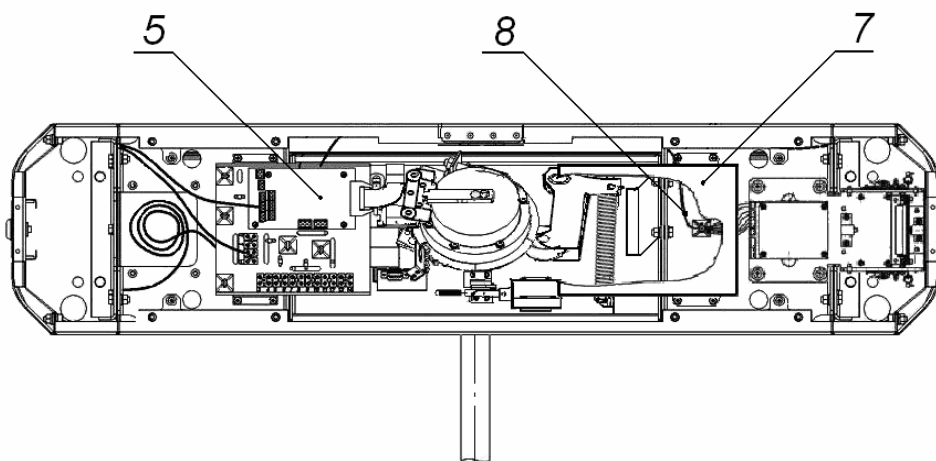
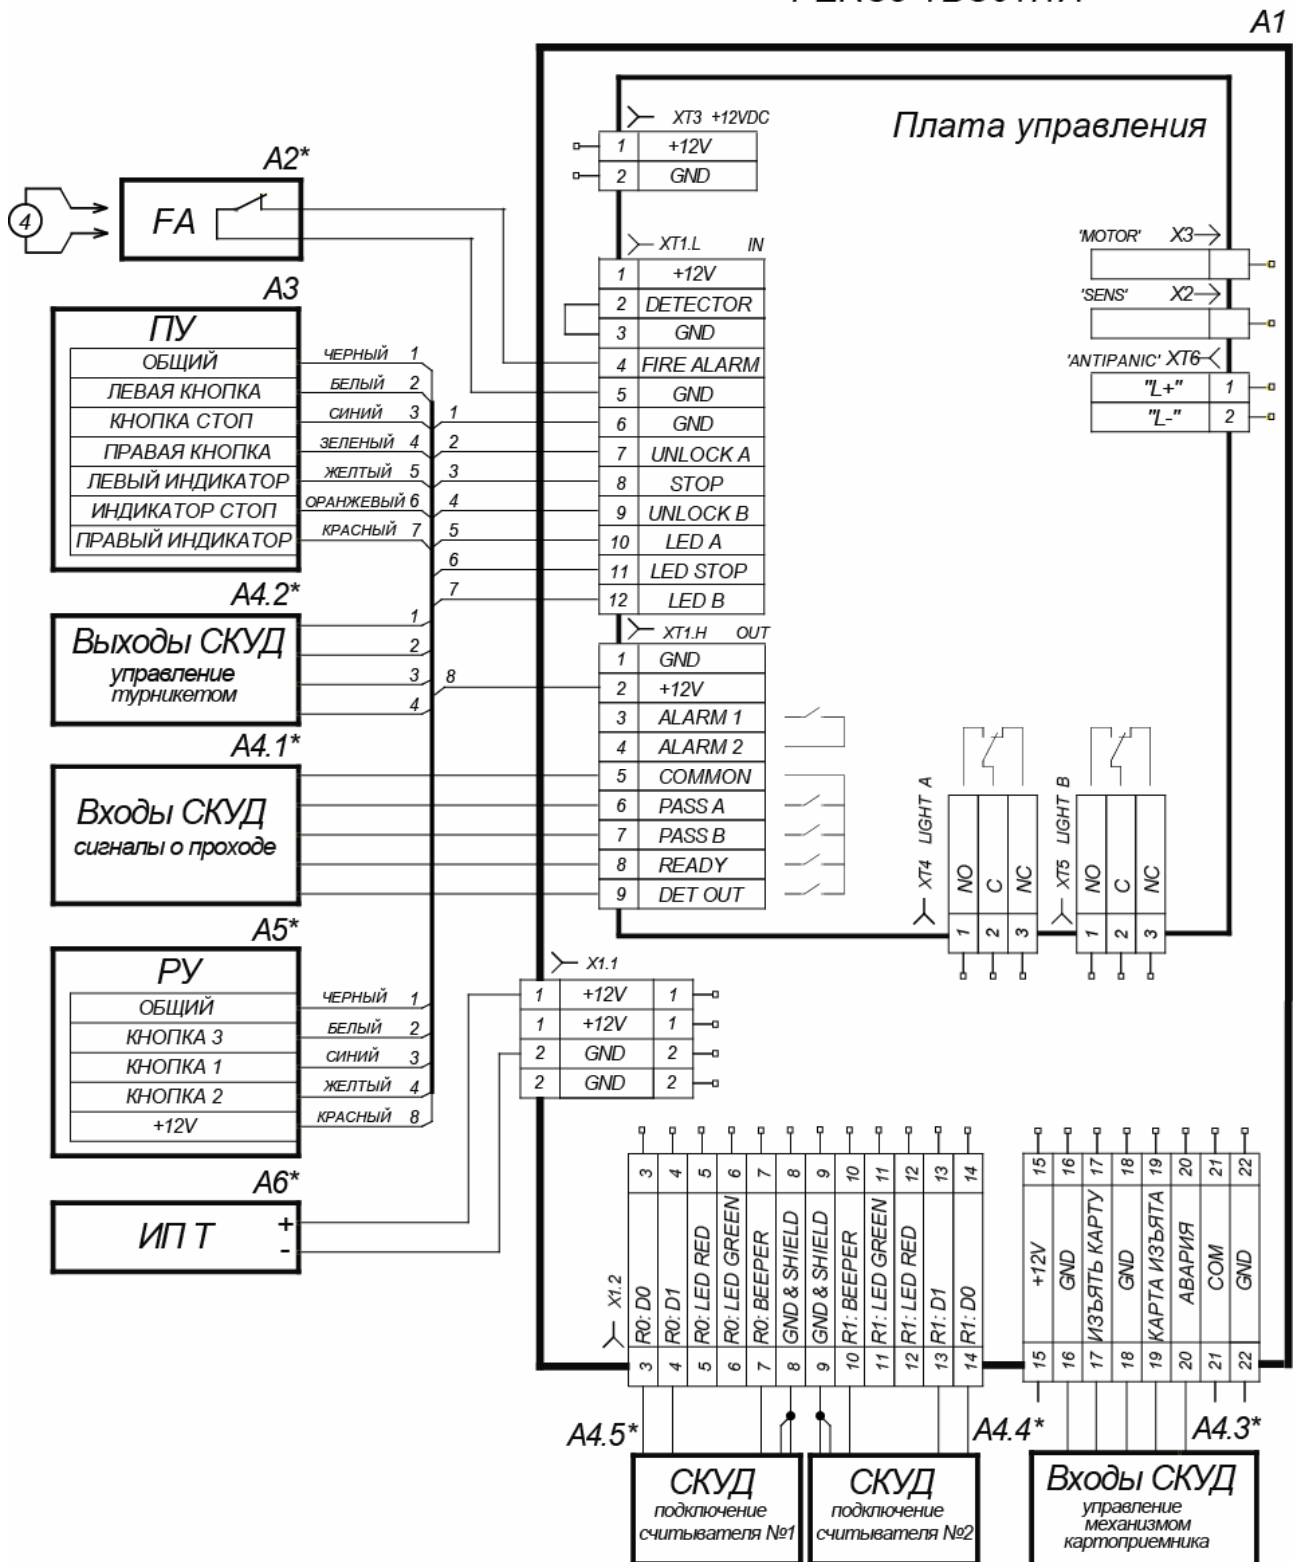
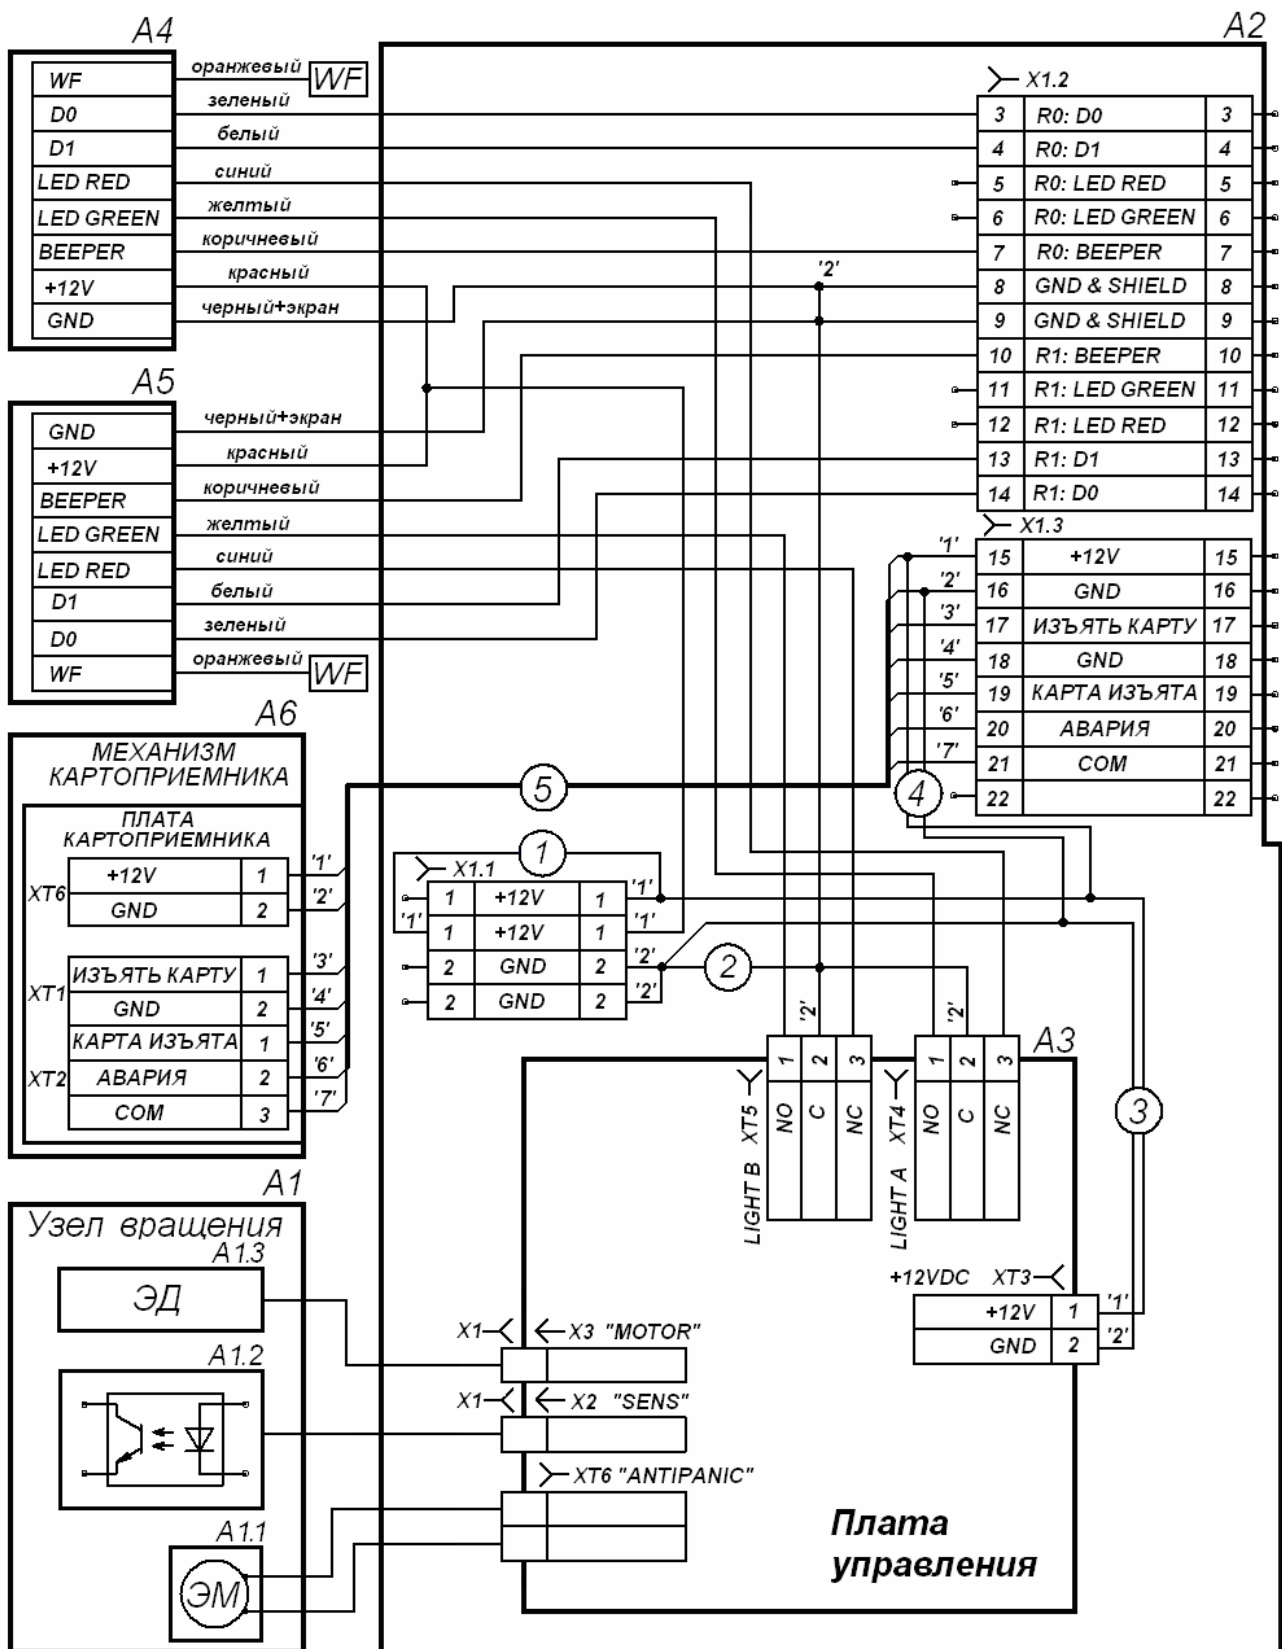
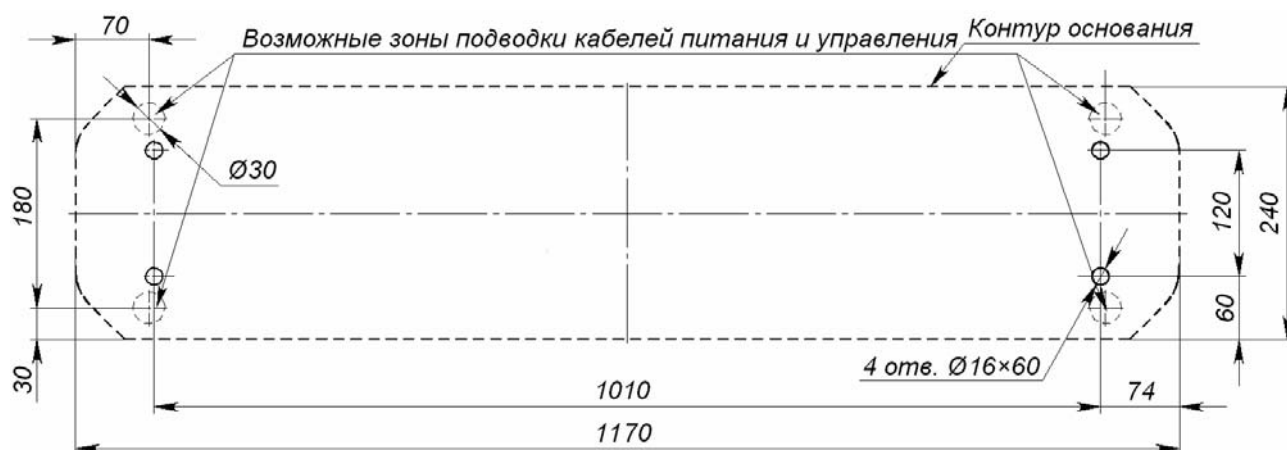

Рисунок 11 Схема прокладки кабелей в стойке турникета
Рисунок 12. Схема соединений турникета и дополнительного оборудования¹
Рисунок 13. Схема внутренних соединений турникета¹
Рисунок 14 Схема разметки для установки стойки турникета
5.12.1 Управление механизмом картоприемника осуществляет СКУД подачей сигнала на вход *Изъять карту* платы управления картоприемника (контакт 17 клеммной колодки **X1.3**, см. рис. 12). Картоприемник формирует сигнал *Карта изъята* (контакт 19 клеммной колодки **X1.3**) и в определенных случаях – сигнал *Авария* (контакт 20 клеммной колодки **X1.3**, см. рис. 12).
Турникет имеет маркировку в виде этикетки и наклейки. Этикетка расположена внутри на задней стенке стойки. На этикетку нанесены: товарный знак, контактные данные предприятия изготовителя, год, месяц изготовления, напряжение питания, потребляемая мощность. Наклейка находится на внутренней поверхности крышки турникета (3). На наклейке изображена общая схема соединений турникета, аналогичная приведенной на рис. 13. Для доступа к этикетке и наклейке необходимо снять крышку (3).
2. Подготовьте в полу отверстия под гильзы анкеров для крепления стойки турникета (см. рис. 14). При необходимости прокладки кабелей под поверхностью пола подготовьте в полу кабельный канал, подходящий к зоне ввода этих кабелей в стойку турникета. Установку и крепление стойки производите после прокладки всех кабелей в кабельном канале и внутри стойки. Прокладка кабелей внутри стойки показана на рис. 11.
4. Демонтируйте заглушку стойки (9) и контейнер картоприемника (10), открыв ключом замки (11, 12). Установите стойку турникета на гильзы анкеров и закрепите ее болтами М10.
6. Снимите крышку турникета (3), отвернув ключом винт установочный (19) (см. разд. 6).
7. Подключите кабель питания (15) к клеммной колодке **X1.1** (см. рис. 12).
9. Подключите при необходимости кабели от других устройств к соответствующим клеммным колодкам платы управления (см. рис. 5 и рис. 12).
12. После подключения всех кабелей и крепления стойки к полу установите на место крышку (3) (см. разд. 6), заглушку стойки (9) и контейнер картоприемника (10) в порядке, обратном снятию.
Возможна установка картоприемника с противоположной стороны турникета. При этом торцовые крышки (6, 7) со считывателями свои местоположения не меняют. При производстве механизм картоприемника установлен со стороны считывателя №2 (см. рис. 11).
- 1 Снимите крышку (3) в порядке, указанном в разделе 6.
- 2 Извлеките контейнер картоприемника (10), открыв замок (12).
- 3 Извлеките заглушку (14) с противоположной стороны, открыв замок (11).
- 4 Демонтируйте торцовые крышки (6, 7); каждая крышка крепится двумя винтами М4×16 и двумя шурупами Ø4,2×19 снизу со стороны контейнера (10) или заглушки (9); кабели считывателей, находящихся внутри торцовых крышек, не отсоединяйте.
- 6 Демонтируйте заглушку (9) из торцовой крышки (6) и аккуратно установите ее в торцовую крышку (7); заглушка крепится двумя шурупами Ø2,9×9,5.
- 7 Отсоедините кабель картоприемника (8, рис. 11.) со стороны платы картоприемника.
- 9 Переложите кабель картоприемника (8, рис. 11) на сторону считывателя №1. Для фиксации кабеля используйте самоклеющиеся площадки и неоткрывающиеся стяжки входящие в комплект поставки.
- 10 Подсоедините кабель картоприемника (8, рис. 11) к плате картоприемника (см. рис. 9) согласно схеме (рис. 13).
- 12 Установите в рабочее положение контейнер картоприемника (10) со стороны механизма картоприемника, а заглушку (9) – с противоположной стороны.
- 13 Установите крышку (3) в рабочее положение (см. разд.6).
Конструкцией турникета предусмотрена возможность установки платы контроллера СКУД внутрь корпуса турникета. Установка платы осуществляется на кронштейн (7, рис. 11). Максимальный допустимый размер устанавливаемой платы контроллера 160×150×35 мм.